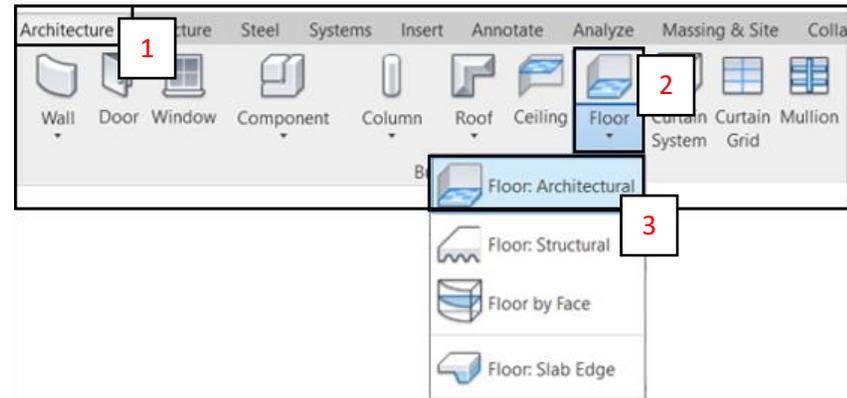

Fig. 6
- A. Ir a la *Cinta de Opciones Architecture* (1) > **Build** > **Floor** (2) > **Floor: Architectural** (3) para seleccionar la herramienta **Floor**. (Fig. 6)